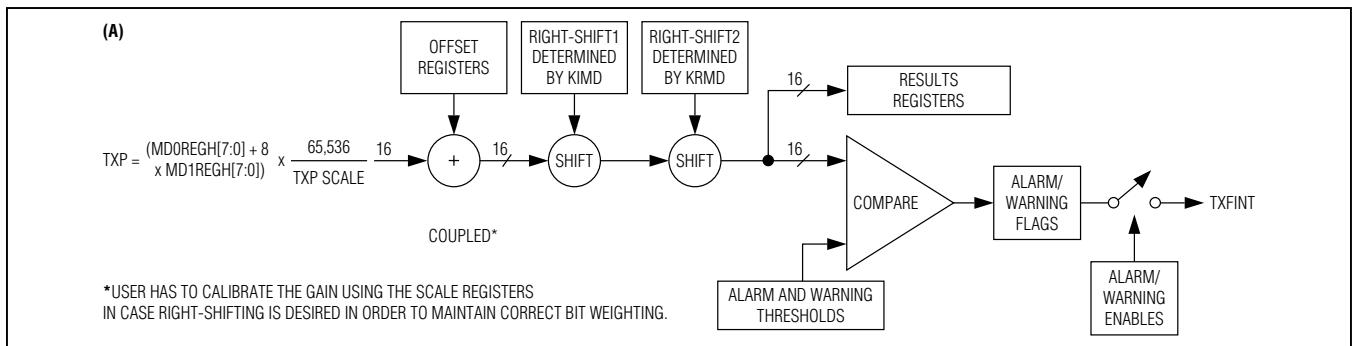

图1a. 当表02h, 寄存器89h中BURST_MODE = 1时, ADC通道仅用于TXP
*参见 图1a, 1b
DS1886监测五路ADC通道。该监测功能配合报警使能(A2h表01h/05h),可确定DS1886何时/是否关断MAX3710 DAC以及触发TXFOUT和TXDOOUT输出。所有监测电平和中断屏蔽均可通过用户编程。请参见图1a。
然后将TXP右移(图1a)。